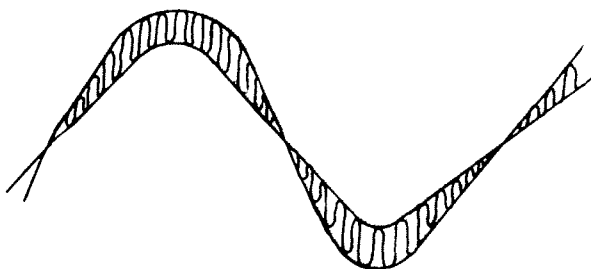

Bild 6.
- 4.09.3 Ställ in oscilloskopet, och justera generatorns nivå vid mottagaren, så att en oscilloskopsbild enligt bild 6 erhålls.